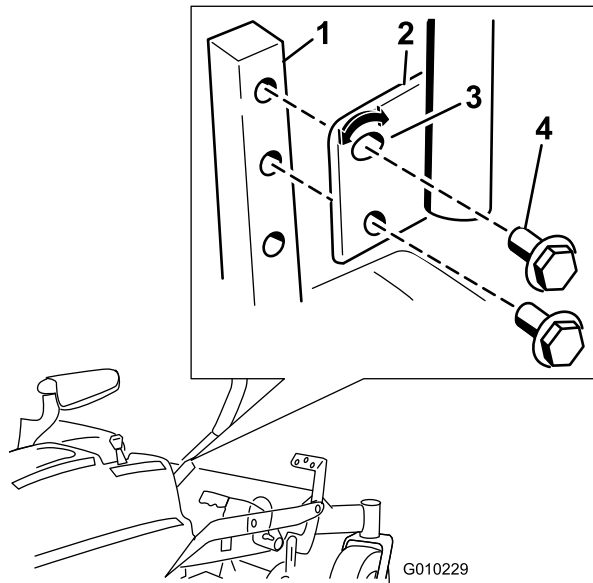

Figura 29
1. Togliete i due bulloni che fissano la leva di comando all'albero del braccio di controllo (Figura 29).
2. Spostate la leva di comando nella serie di fori successiva. Fissate la leva con i due bulloni (Figura 29)
2. Allentate il bullone inferiore appena a sufficienza per ruotare la leva di controllo in avanti o all'indietro (Figura 29). Serrate entrambi i bulloni per fissare il controllo nella nuova posizione.